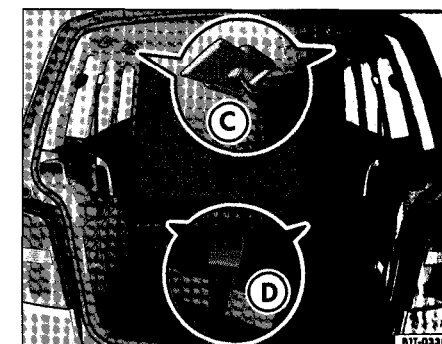

Fig. 105 Filet de separation mis en place derriere les sieges avant
- Ouvrez les volets *avant* fig. 105 ® situes dans le pavilion pour degager le logement destine au filet de separation.